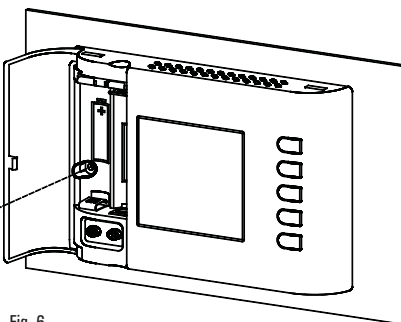

Fig. 6
- Fijar el cuerpo del cronotermostato a la placa a muro mediante los tornillos en dotación ubicados en el interno del compartimiento pilas (Fig. 6).